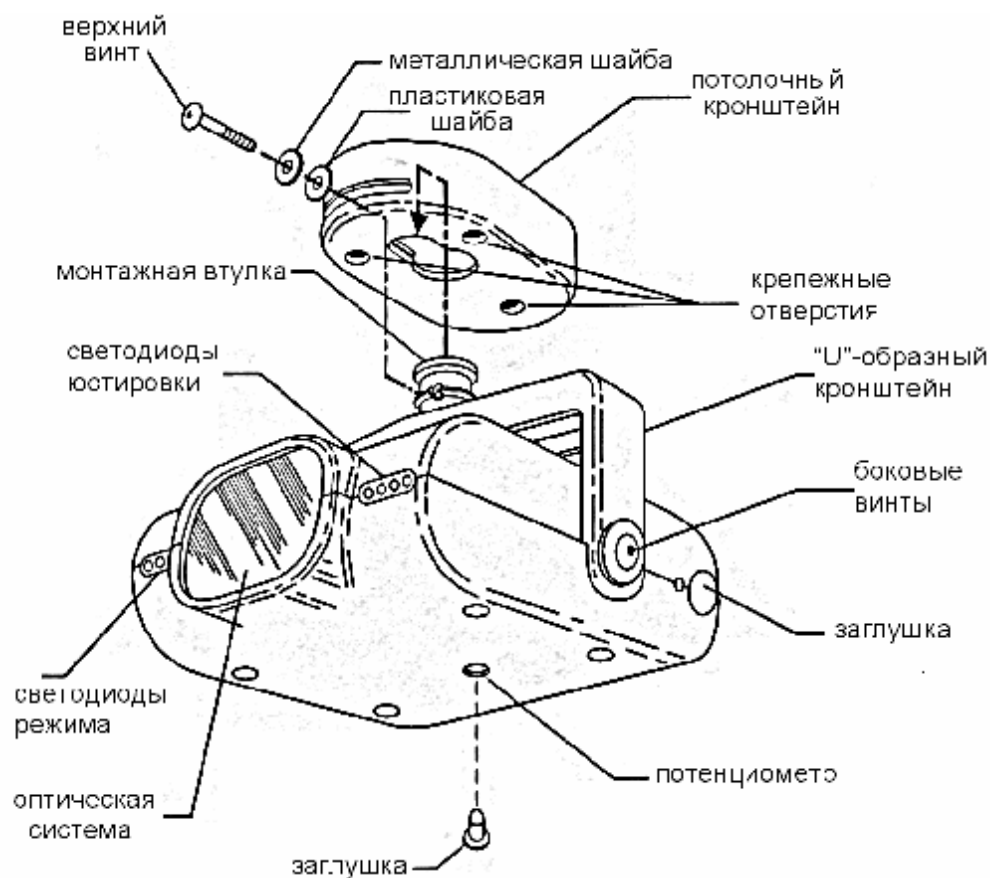

Рис. 7. Установка извещателя на потолочные кронштейны
6. Проверьте, действительно ли светятся три светодиода юстировки на приемнике, закройте пластиковой заглушкой отверстие потенциометра (рис. 7) и переведите переключатель режимов в положение «N» (рабочий режим).